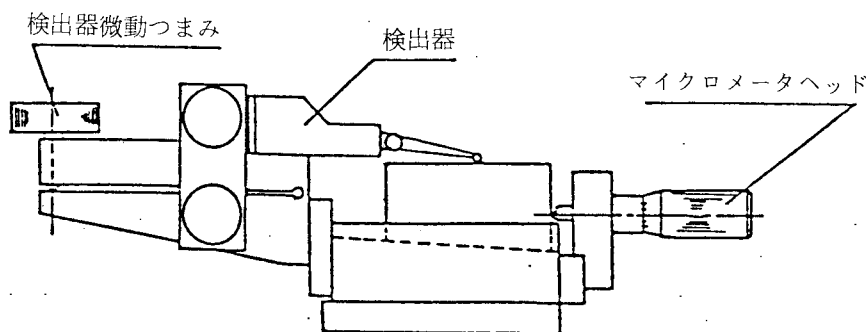

図5-6
(1) 校正準備
- ① 検出器を測定部より取り外し、倍率校正器セットに図5-6のように取付け、検出器の先端子が倍率校正器セットの上面部に当るように調整する。